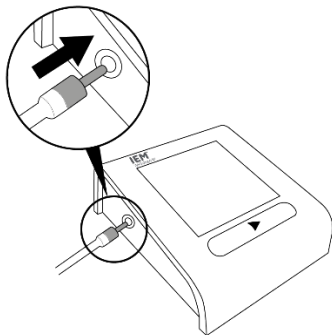

Fig. 7: Insertion du tuyau d'air
1. Insérez le raccord du tuyau d'air dans la prise d'air sur le côté gauche du tensiomètre, puis posez le tensiomètre sur la table (voir Fig. 7).